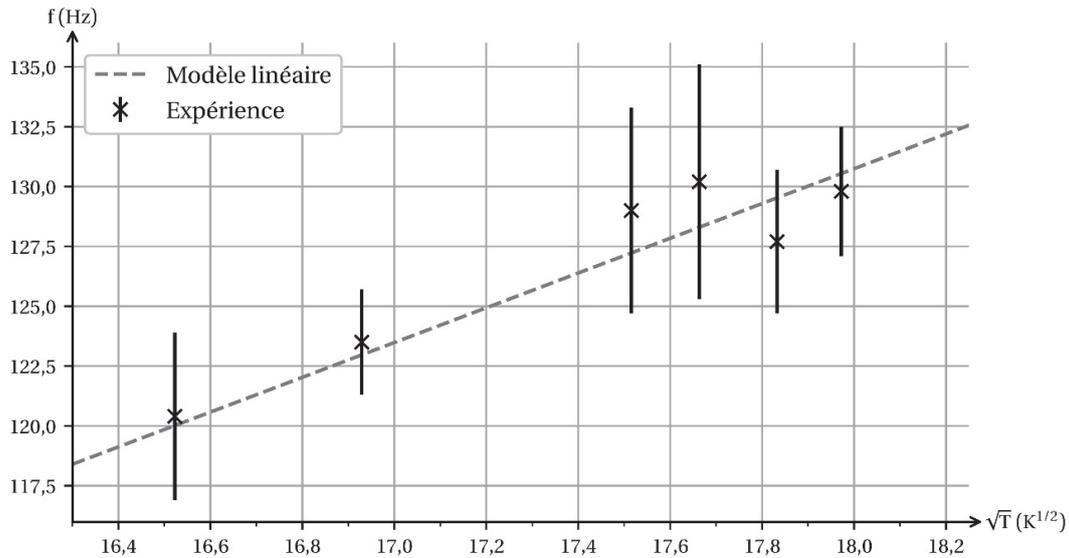

Figure 3 – Dépendance de la fréquence en température
On réalise plusieurs mesures à des températures différentes, puis on trace le graphique de la fréquence fondamentale mesurée en fonction de  $\sqrt{T}$  (exprimée en  $\text{K}^{1/2}$ ). Ce graphique est reproduit sur la figure 3.
**Q12.** Expliquer pourquoi, pour valider la relation  $f_0 = 7,2 \times \sqrt{T}$ , on peut réaliser une modélisation linéaire des points expérimentaux de la figure 3.
La droite correspondant à la modélisation linéaire est tracée en tirets sur le graphique de la figure 3. Les barres verticales représentent l'incertitude-type sur chaque mesure.
**Q13.** Expliquer en quoi le tracé de la figure 3 permet d'affirmer que le modèle linéaire correspond aux valeurs expérimentales.